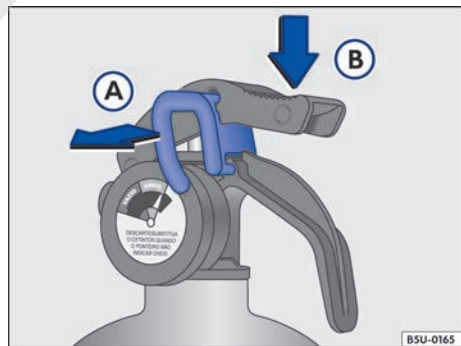

Fig. 127 Secuencia de uso del extintor de incendio.
- Tirar de la traba → fig. 127  para romper el lacre.
- Apretar el gatillo → fig. 127  esparciendo el polvo.